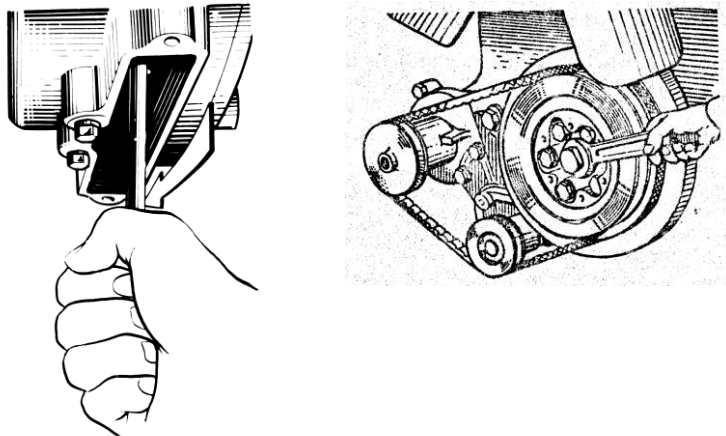

Рис. 61. Проворачивание коленчатого вала
- 4 Проворачивая коленчатый вал по часовой стрелке (при виде со стороны вентилятора) спереди ключом за болт крепления шкива или сзади ломиком за маховик через люк в нижней части картера маховика, используя отверстия в маховике (рис. 61), установить момент, когда впускной клапан первого цилиндра полностью поднимется (то есть закроется). Продолжая вращать коленчатый вал, провернуть его еще примерно на  $1/3$  оборота ( $\approx 120^\circ$ ). Это положение коленчатого вала соответствует такту сжатия в первом цилиндре и оба клапана этого цилиндра будут закрыты.
Вращать коленчатый вал можно ключом за болт крепления шкива коленчатого вала или ломиком за отверстия в маховике (рис. 61) при снятой крышке люка картера маховика.